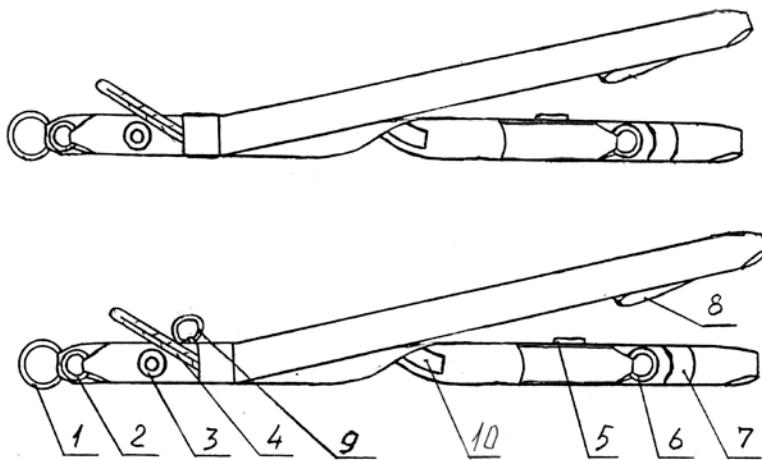

Рис. 4. Концы свободные узкие:
2.5.3. К о н ц ы с в о б о д н ы е у з к и е (рис. 4) предназначены для соединения подвесной системы с ОП и выполнены из ленты тип 17 (прочностью 1200кгс). В нижней части каждого из двух свободных концов (СК) установлены большое и малое кольца, образующие при соединении с пряжкой подвесной системы кольцевое замковое устройство (КЗУ). Конец троса звена отсоединения (см. ниже), замыкающего КЗУ, заправляется в туннель на нижней части задних СК. Внутрь туннеля по отдельному заказу может быть установлен отрезок гибкого шланга («антитвист») длиной 110мм, исключающий (при скручивании СК в случае сильного вращения наполняющегося ОП) некоторое «зажатие» конца троса.